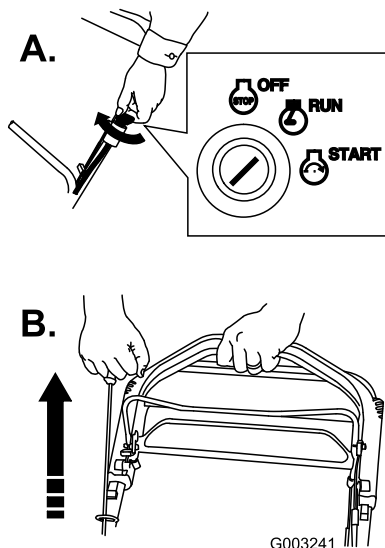

Figure 25
- Tournez la clé de contact en position Marche et tirez la poignée du lanceur en position de fonctionnement (Figure 25).